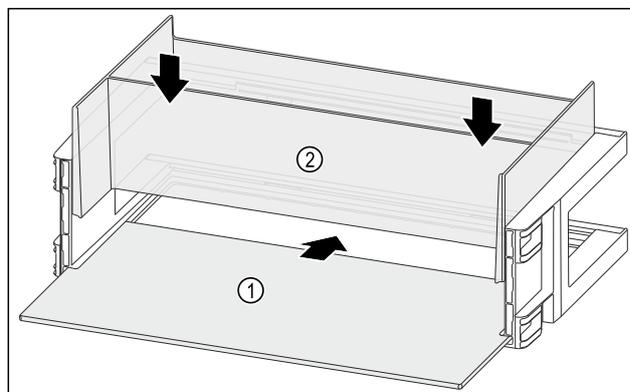

Fig. 118
- Insérer la tablette de rangement Fig. 118 (1) dans les évidements latéraux.
- Installer l'Organizer Fig. 118 (2).